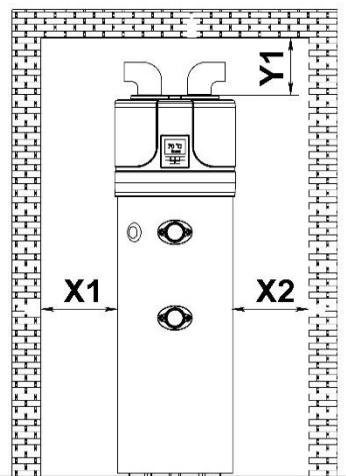

Fig. 4a – Spațiu minim și instalare fără conducte de aer
Instalarea aparatului **TREBUIE** să se facă într-un locul potrivit, care permite o utilizare normală și efectuarea unor activități de setare, profilaxie, sau întreținere extraordinară a aparatului. Iată de ce **ESTE IMPORTANT** - a se asigura (a se garanta) un spațiu de lucru necesar, conform dimensiunilor, menționate la **Fig. 4a**.
ATENȚIE! Pentru a se evita o circulație „SCURTĂ“ a aerului între intrare și ieșire, în cazul în care avem instalatie fără conductă de aer, utilizați întotdeauna două coturi montate în direcții opuse. Fig. 4a
- Circulația aerului în întregime în cameră (**Fig. 4a**). Acest lucru poate duce la răcirea și uscarea aerului din aceasta (încăperea). Dacă încăperea nu este ventilată, eficiența aparatului scade. Încăperea TREBUIE să fie cu un volum minim de 20 m^3